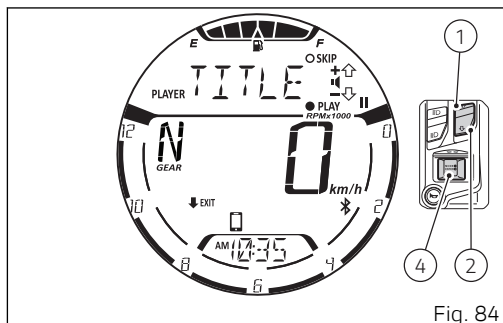

Fig. 84
Se vuelve a acceder al control del reproductor de música y el salpicadero vuelve a utilizar el pulsador (1), el pulsador (2) y el pulsador (4) solo para los controles del reproductor de música (Fig. 84).